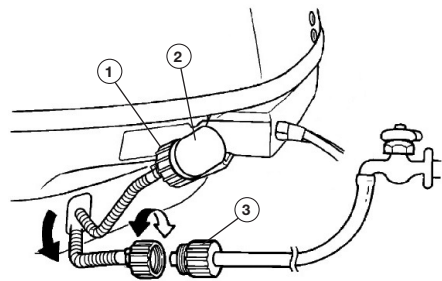

Рис. 47 Промывка системы охлаждения
2. Открутите коннектор 1 шланга для промывки от фитинга 2, находящегося на корпусе мотора (Рис. 47).
3. Соедините коннектор шланга для промывки и переходную муфту 3 шланга, подключенного к водопроводу (Рис. 47).